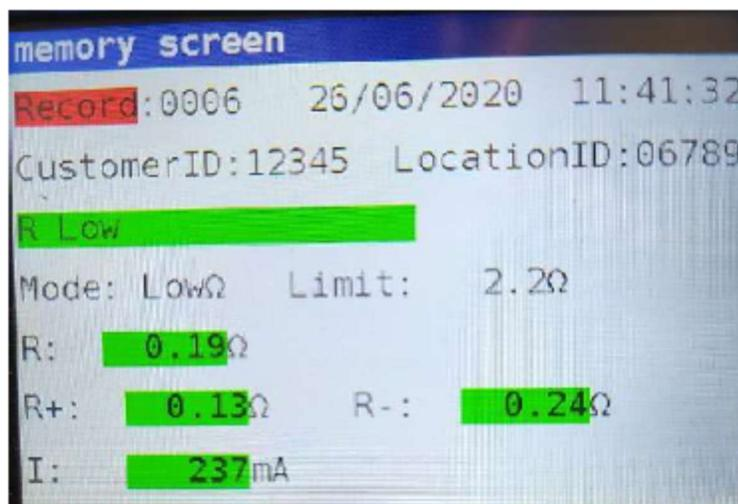

Figure 8.2: Résultats sauvegardés
**Étape 2** Appuyez sur la touche **MEM** . Voici ce qui est affiché (figure 8.2) :